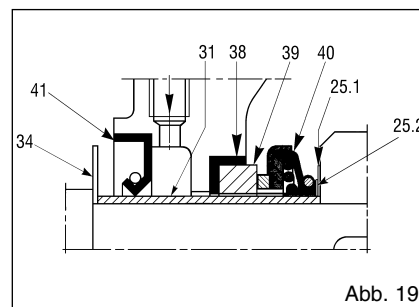

Abb. 19
- Bei allen Modellen muss das Distanzstück zwischen dem oberen Teil der Schaufeln des Laufrades und dem Verschleißteller 0,3-0,6 mm betragen (Abb. 23). Beim Modell 12" muss das Distanzstück zwischen dem Laufrad und dem vorderen und hinteren Verschleißteller 0,6 - 1 mm betragen (Abb. 26). Dazu müssen die Abmessungen A und B der Abbildungen 21, 22, 24 und 25 möglichst gleich sein. Dazu werden die Kompensationsringe (25.2) (Abb. 19) verwendet, die mit der Ersatzdichtung geliefert werden. Diese Ringe dienen dazu, das Laufrad nach vorne zu schieben, wenn er sich zu weit vom vorderen Verschleißteller entfernt oder zu nahe am hinteren (falls vorgesehen) befindet.